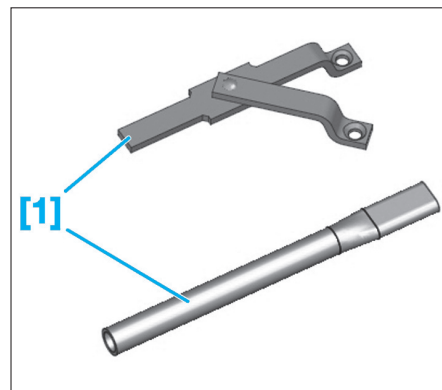

Fig. 5
- [1]. Outil d'immobilisation de moyeu (Ref. 6310-T) (Fig.5).